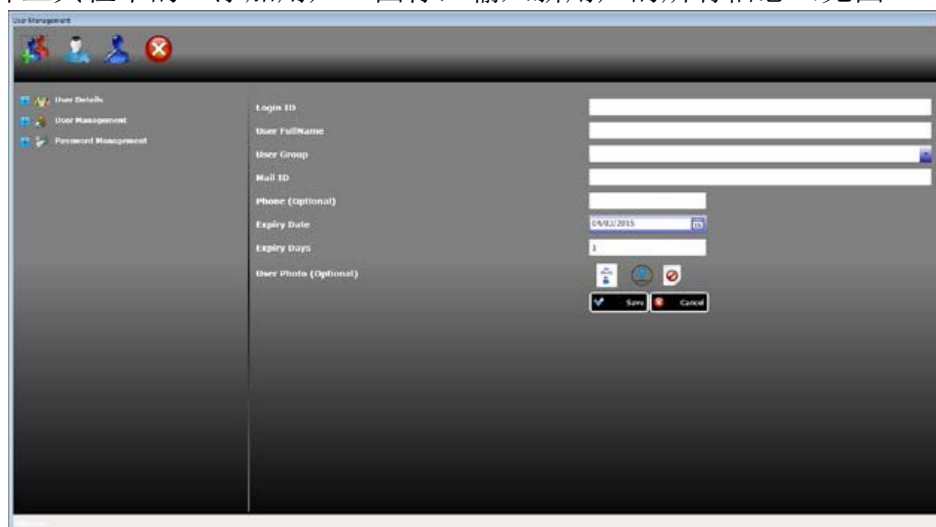

Figure 4-21
1. 选择工具栏中的“添加用户”图标，输入新用户的所有信息（见图 4-21）。